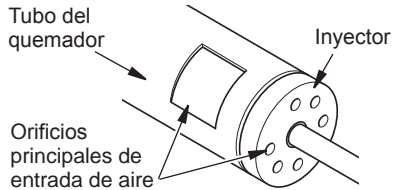

Figura 34 - Quemador y sujetador del inyector
2. Inspeccione el quemador, el piloto y los orificios de entrada de aire principales del sujetador del inyector en busca de polvo y suciedad (consulte Figura 34).